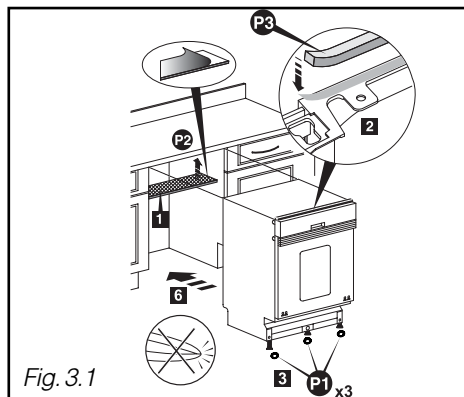

Fig. 3.1
- Colar o anti-embaciamento **P2** (Fig. 3.1)
- Colar a esponja de embutimento **P3** (Fig. 3.1)
- Encaixar os três cadinhos deixo **P1** patins para facilitar o deslizamento da máquina de lavar louça (Fig. 3.1).